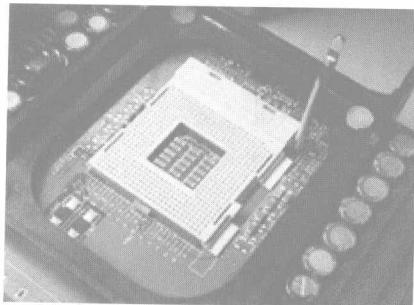

图 1.3 拉起 CPU 手柄
(1) 向外拉出 CPU 插座上的锁杆,使手柄与定位卡脱离,再轻轻地与水平呈 90°拉起手柄,如图 1.3 所示。